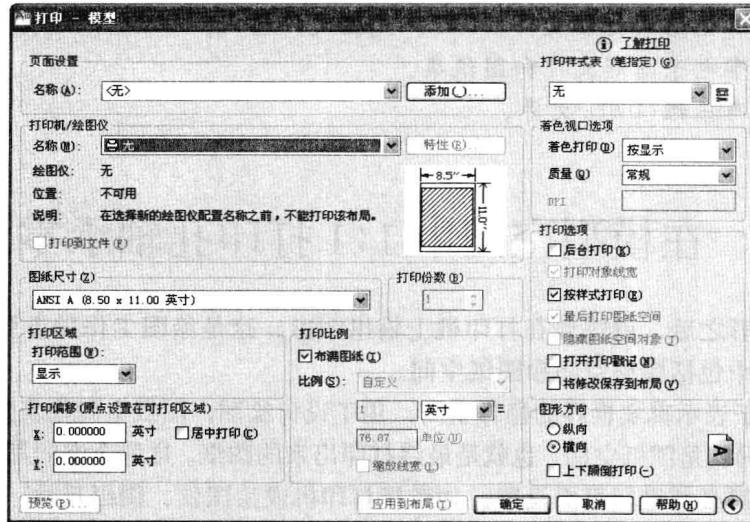

图 10-1-3
(3) 打开“打印 – 模型”对话框，单击右下角的更多按钮③，展开全部内容，如图 10-1-3 所示。